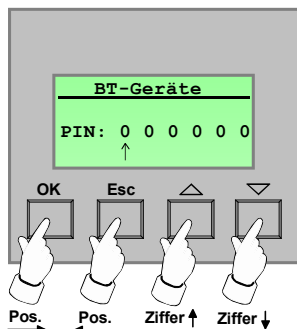

Bild 5: PIN-Eingabe
4. An dieser Stelle ist es möglich, dass der Bediener dazu aufgefordert wird, eine PIN einzugeben (Bild 5). Die 6-stellige Identifikationsnummer kann das Gerät auf Benutzerebene vor unbefugtem Fremdzugriff schützen.